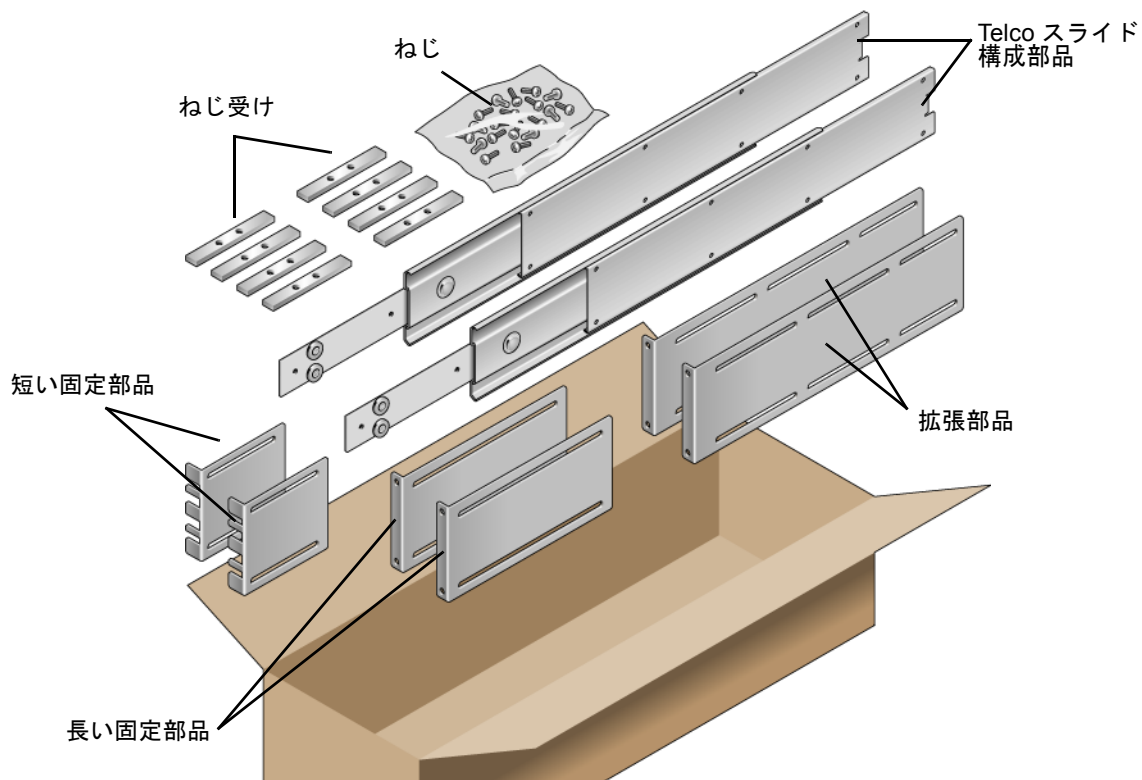

図 3-6 19 インチ 4 ポストのスライドレールキットの内容
3. ラックキットから Telco スライド構成部品を取り出します (図 3-6)。
6. ラックマウントキットから短い固定部品と長い固定部品を取り出します (図 3-6)。